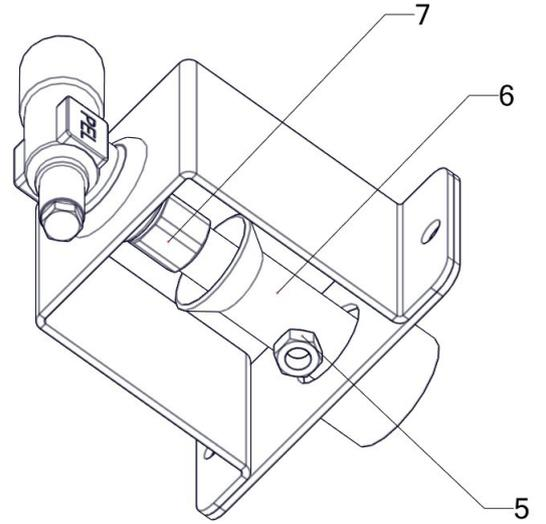

Abb. 3
Demontieren Sie die Teile: (Abb.3, Anm.8, 9, 10)
**Den Pilotbrenner** stellen wir ein, indem wir die Sicherungsmutter (Abb.3, Anm. 1) mit dem Schlüssel lockern, anschließend die Düse des Pilotbrenners (Abb.3, Anm. 2,3) mit der Feder heraus-schrauben und durch die Düse für das jeweilige Gas gemäß der Tabelle ersetzen. Wir ziehen die Kappe der Düse mit dem Schlüssel fest und stellen das „Spar“-Regime ein - siehe Text unten.